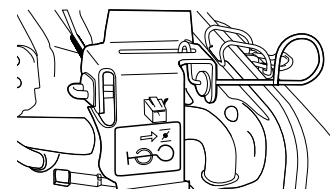
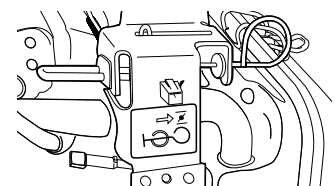

fig.13 PALANCA DEL ESTRANGULADOR CERRADA
fig.14 PALANCA DEL ESTRANGULADOR ABIERTA
4. Si el motor está frío, tire de la palanca del estrangulador hasta la posición cerrada que se muestra en la Fig. 13. Si el motor está caliente, coloque el estrangulador en la posición abierta que se muestra en la Fig. 14.
7. A medida que el motor se calienta, desplace el estrangulador hasta la posición abierta que se muestra en la Fig. 14.